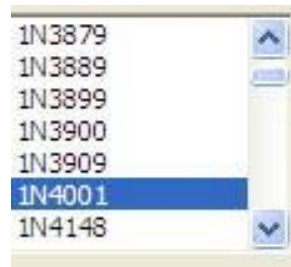

Рис. 3.
3. Перетащите со второй строки панели программы Micro-Cap изображение полупроводникового диода и в открывшемся диалоговом окне в правом окошечке найдите и выделите мышкой модель диода 1N4001 (см. рис.3)